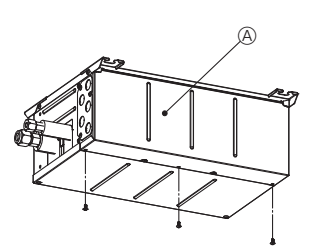
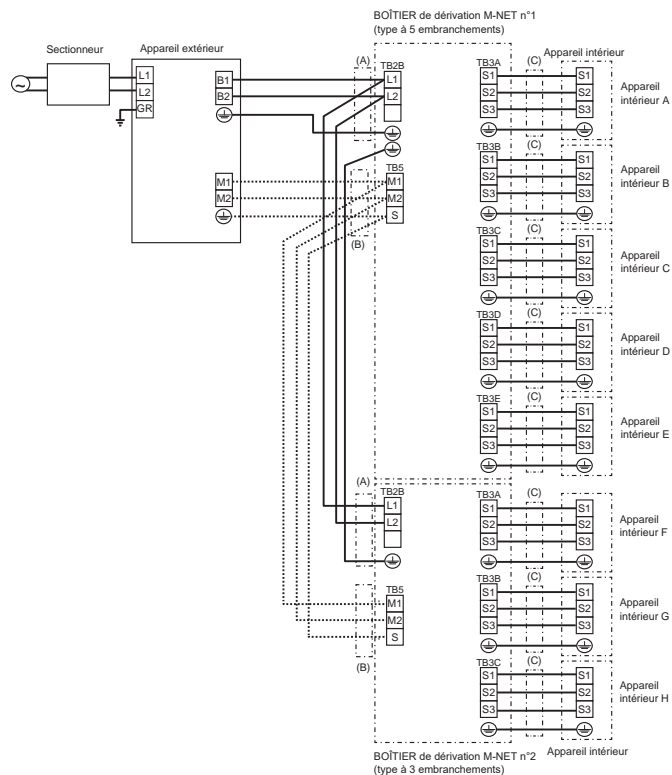

Fig. 8-1
Fig. 8-9
- (1) Retirez le capot électrique. (Fig. 8-1)
- (2) Retirez le capot de la tuyauterie.
- (3) Passez le câblage dans le boîtier de dérivation via la plaque de tuyauterie et attachez-le à l'aide de la plaque de tuyauterie. (Reportez-vous à 8.3.)
- (4) Raccordez fermement chaque fil sur le bornier approprié. (Fig. 8-9)
- (5) Réglez les commutateurs DIP. (Reportez-vous à 8.5.)
- (6) Remettez en place le capot électrique.
### 8.4. Procédure de câblage externe (Fig. 8-9)